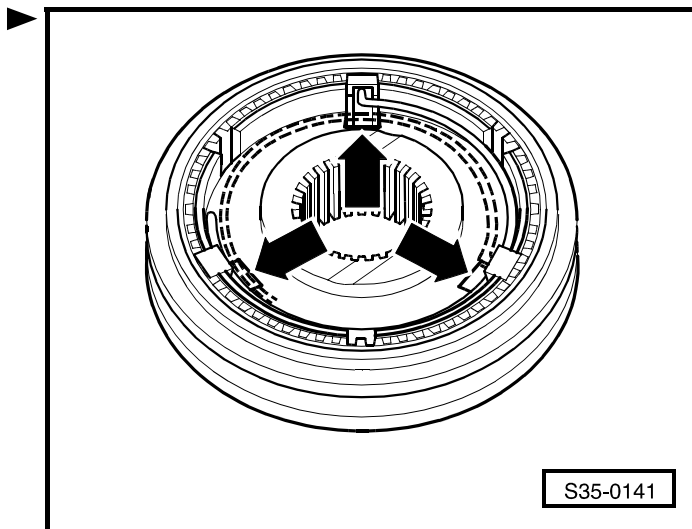

Рис. 8: Положение для сборки скользящей муфты и каретки синхронизатора 3-ей и 4-ой передач
- положение для сборки скользящей муфты с кареткой синхронизатора ⇒ Рис. 8 в **35-1** страница 6